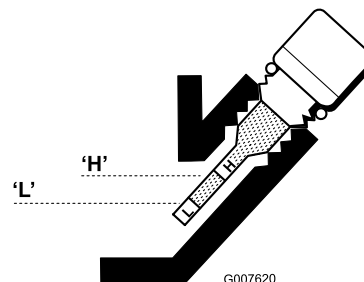

Figura 21
3. Limpe o medidor e insira-o no orifício de enchimento. Não o aperte no orifício. Volte a retirá-lo e meça o nível do óleo. Se o nível estiver baixo, adicione apenas o óleo suficiente para aumentar o nível até se encontrar entre as marcas H e L no medidor (Figura 21). Volte a verificar o nível do óleo. Não encha demasiado.